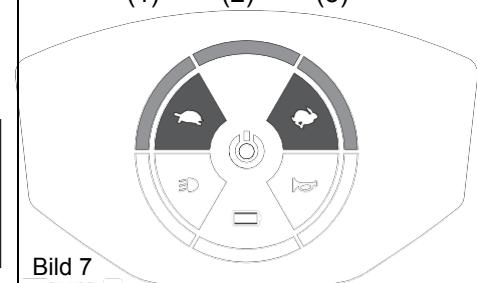

Bild 7
- Det finns tre olika hastighetsjusteringar max 3 > 2 > 1 min. (Bild 7)